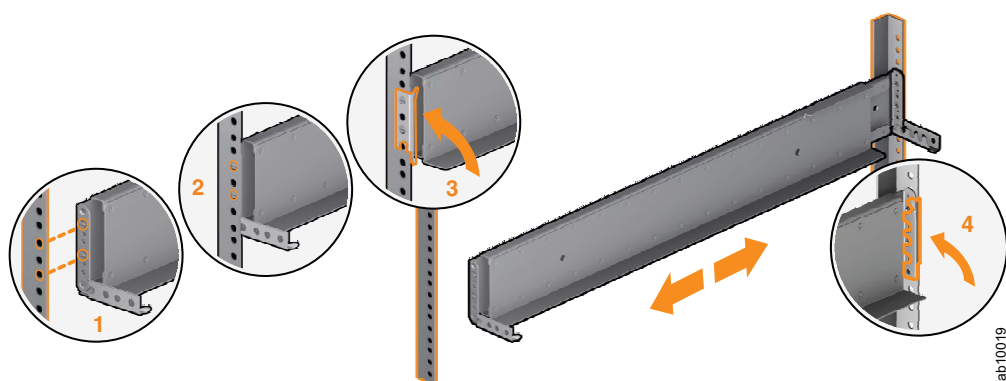

Рисунок 39. Закрытие скоб
9. Закройте задний кронштейн, чтобы закрепить направляющую на стоечном шкафу. (См. рис. 39.)
11. Закройте передний кронштейн, чтобы закрепить направляющую на стоечном шкафу. (См. рис. 39.)